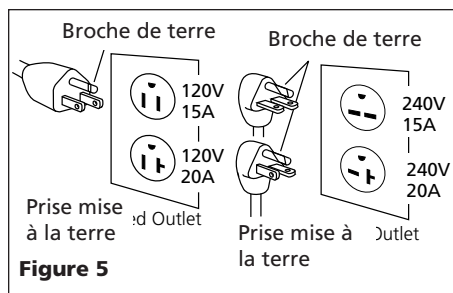

Figure 5
1. Ce produit est conçu pour l'utilisation sur un circuit nominal de 120 ou 240 V et a une fiche de terre comme celle sur la Fig. 5. S'assurer que le produit soit branché à une prise de courant de même configuration que la fiche. Ce produit doit être mis à la terre. La mise à la terre réduit le risque de secousse électrique en fournissant un fil d'échappement pour le courant
1. Si la fiche du cordon d'alimentation du modèle est étrange ou si la fiche ne correspond pas avec votre prise de courant, consultez la Figure 5 qui indique les types de fiches et les tensions correspondantes.